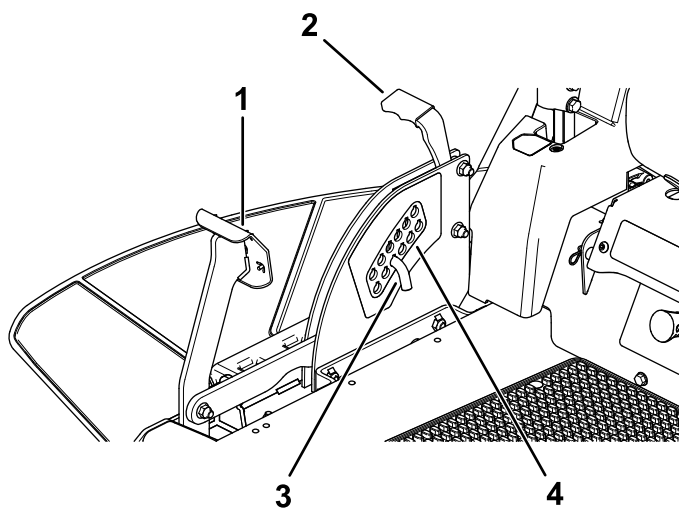

Figura 28
1. Empurre o pedal de elevação da plataforma com o pé e suba a plataforma de corte até à posição de bloqueio de transporte (bem como a posição da altura de corte de 114 mm) como se mostra na **Figura 28**.
2. Para ajustar, remova o pino do suporte da altura de corte (**Figura 28**).
3. Selecione um orifício no sistema da altura de corte que corresponda à altura de corte desejada e insira o pino (**Figura 28**).